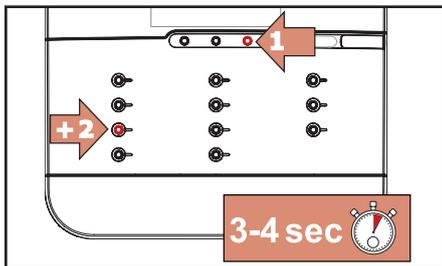

Fig. 5.4 – Entrada do modo de limpeza
1. Pressione primeiro PARAR e depois **←** e os mantenha pressionados simultaneamente por 3-4 segundos para entrar no modo de limpeza (fig. 5.4).
- Pressione primeiro PARAR e depois ← e os mantenha pressionados simultaneamente por 3-4 segundos para entrar no modo de limpeza (fig. 5.4).